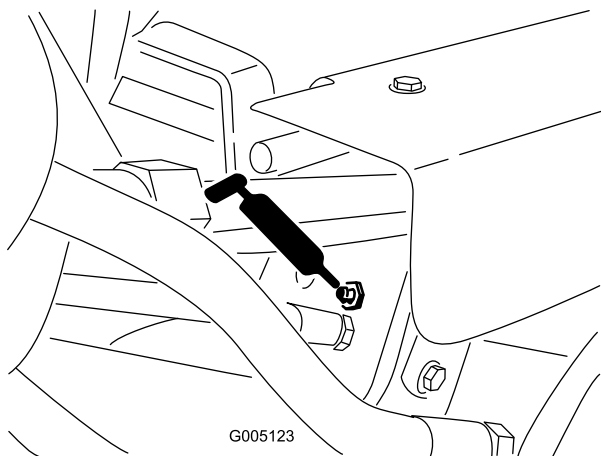

Figura 30
- Cilindri di sollevamento (3) (Figura 30)